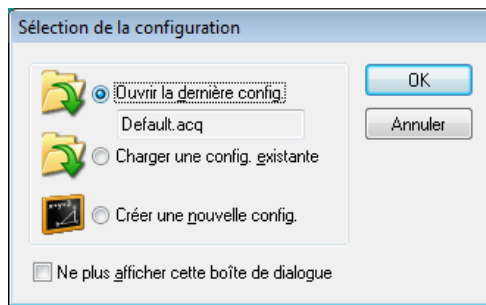

Figure 1-24 Boîte de dialogue Sélection de la configuration
7. Sélectionnez l'une des options de chargement de configuration suivantes dans la boîte de dialogue **Sélection de la configuration** qui s'affiche (voir la Figure 1-24 à la page 45), et puis cliquez sur **OK**.